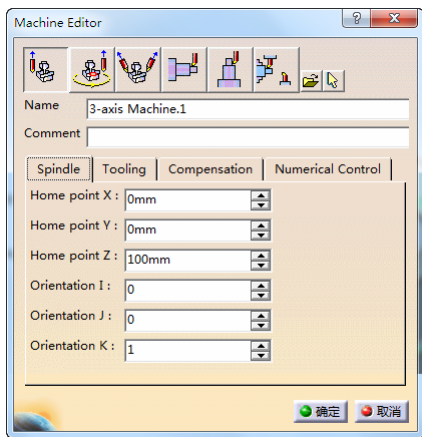

图 3-204 “Machine Editor”对话框（3）
2) 机床设置。单击“Part Operation”对话框中的 machine 按钮，弹出“Machine Editor”对话框（3），保持默认设置“3-axis Machine.1”，如图 3-204 所示。